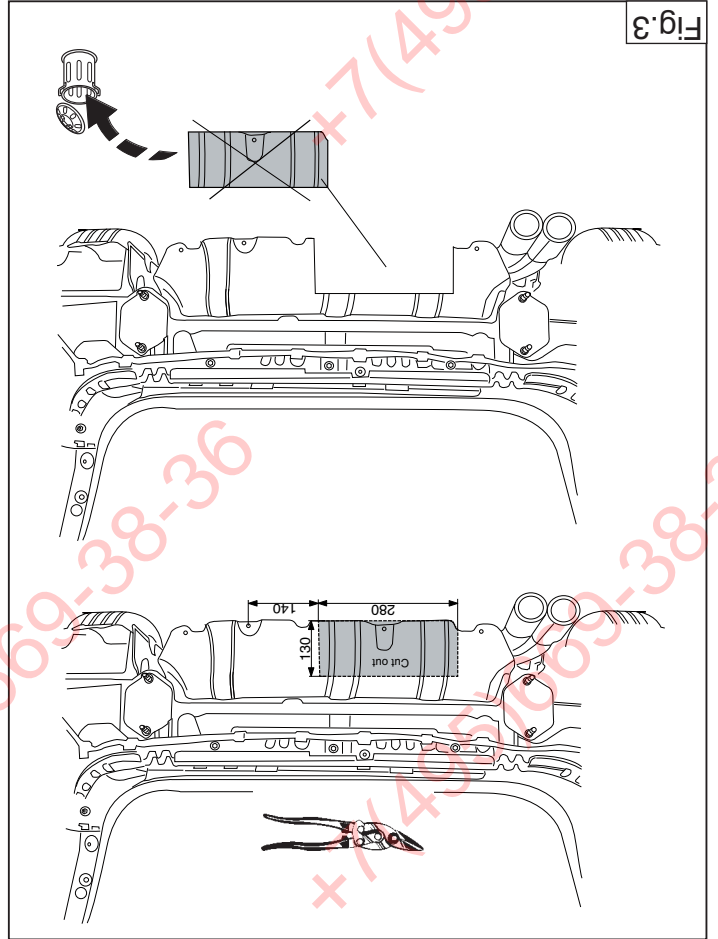

Fig.3
7. If present: Saw off the part of the heat shield denoted in figure 3.
7. **Falls vorhanden:** Sägen Sie das in Abbildung .3. angegebene Teil aus dem Hitzeschild.